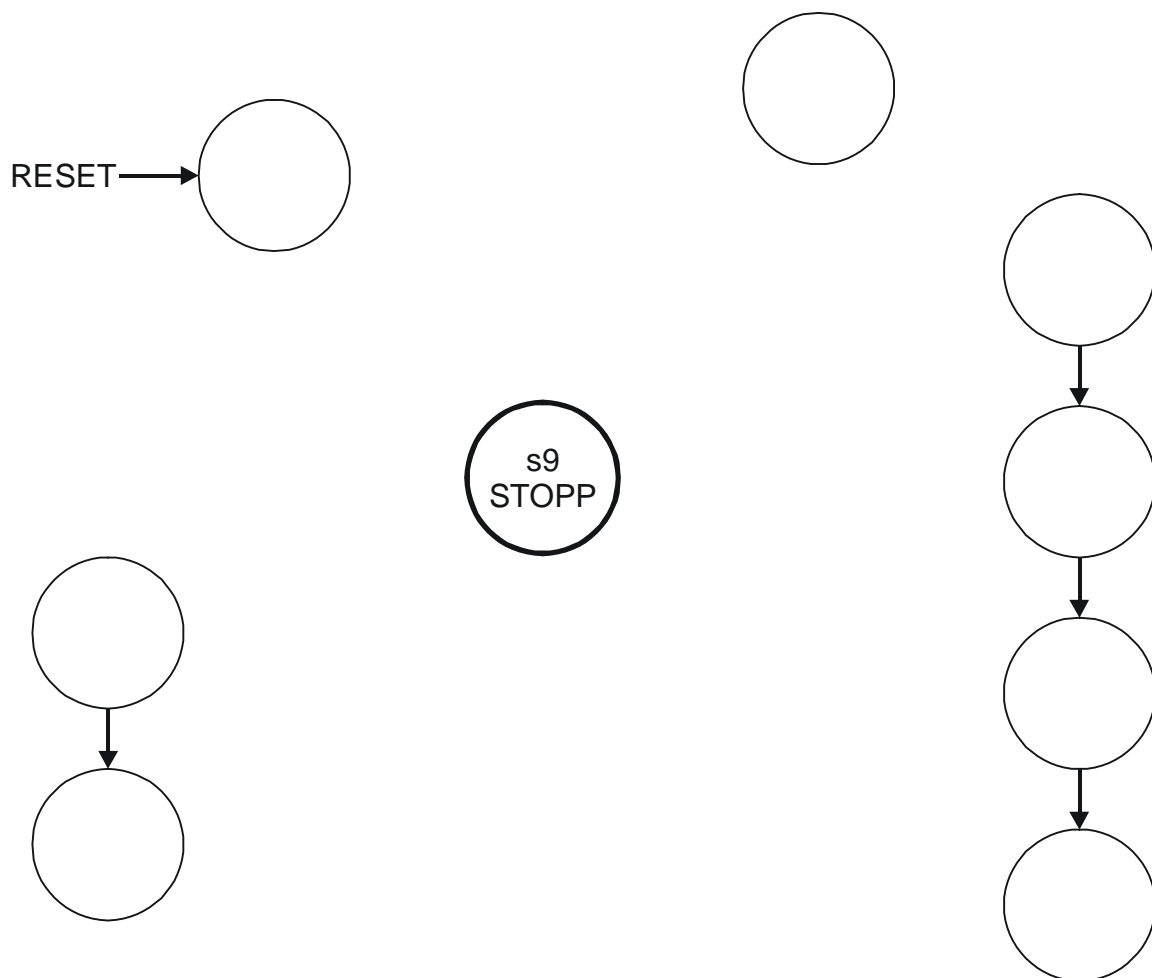

Bild 6.2: Zustandsgraph zur Beschreibung der FSM
- Vervollständigen Sie den Zustandsgraphen in Bild 6.2, indem Sie in den Knoten die Zustände und Befehle gemäß Tabelle 6.1 eintragen!
- Vervollständigen Sie den Zustandsgraphen in Bild 6.2, indem Sie die fehlenden Zustandsübergänge als Kanten mit den zugehörigen Zustandsübergangsbedingungen gemäß Tabelle 6.2 eintragen!